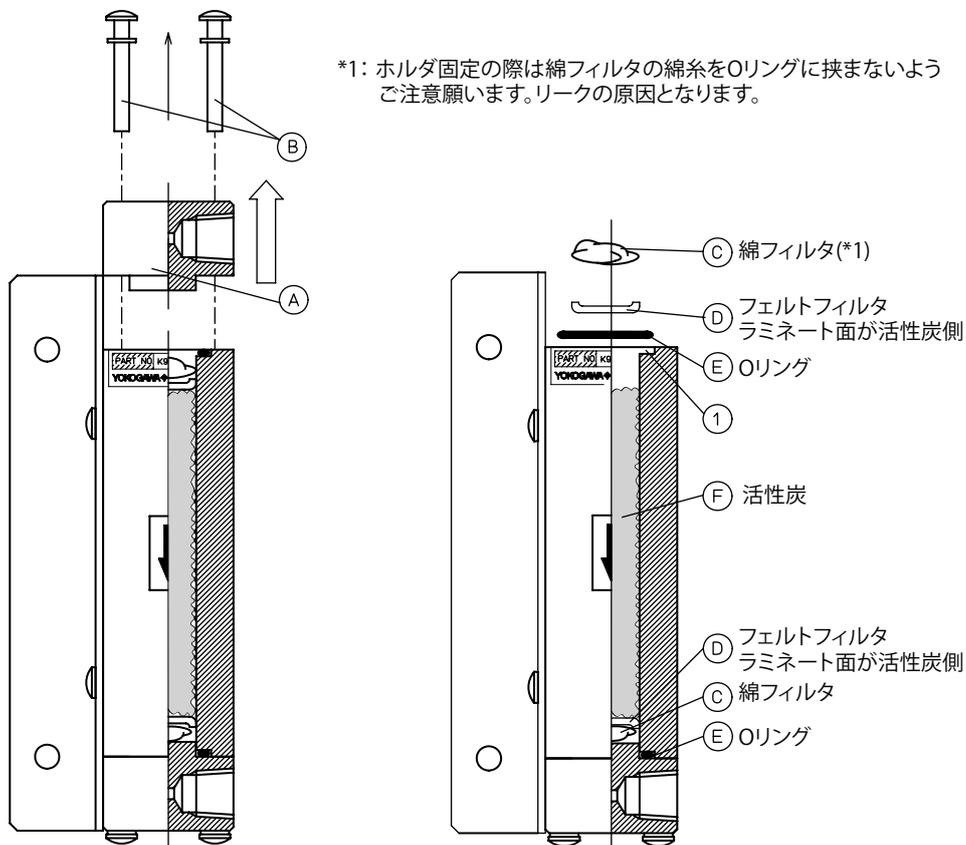

図7.4 活性炭フィルタの交換
- (1) ホルダ ① のねじ（ワッシャ含む）② 4 個を緩め、ホルダ ① を取り外します。（図 7.4）
- (2) 綿フィルタ ③ およびフェルトフィルタ ④、O リング ⑤ を取り出します。
- (3) 活性炭 ⑥ を廃棄します。
P 7-7 図 7.4 の注記追加